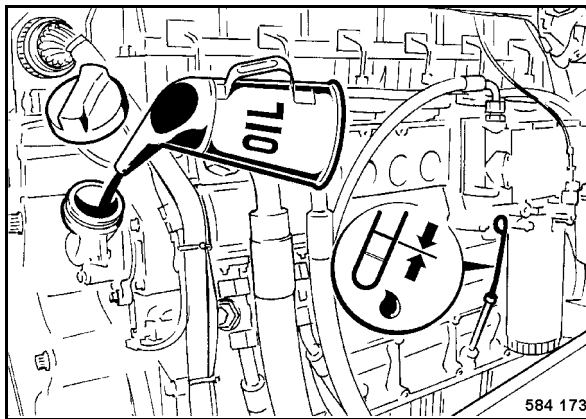

Fig. 146
- Extraer la varilla de medición de aceite (Fig. 146), limpiarla con un paño limpio y libre de hilachas e introducirla hasta el tope.